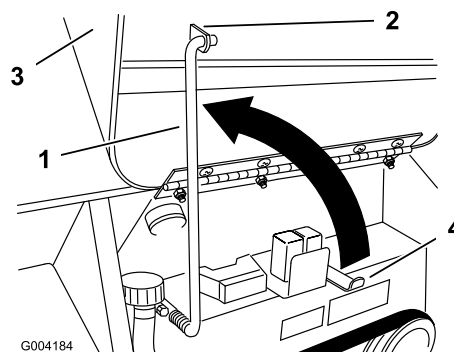

Figura 22
4. Suba la varilla de soporte y engánchela en el soporte del capó (Figura 22).